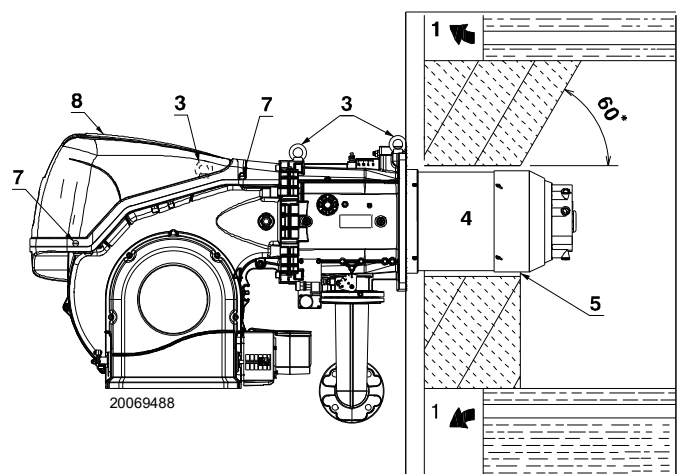

Fig. 14
La lunghezza del boccaglio va scelta secondo le indicazioni del costruttore della caldaia e, in ogni caso, deve essere maggiore dello spessore della porta della caldaia, completa di refrattario. Per le caldaie con giro dei fumi anteriore 1)(Fig. 14), o con camera ad inversione di fiamma, eseguire una protezione in materiale refrattario 5), tra refrattario caldaia 2) e boccaglio 4). Il refrattario può avere una forma conica (minimo 60°). La protezione deve consentire al boccaglio di essere estratto.
Predisporre un adeguato sistema di sollevamento agganciandosi agli anelli 3)(Fig. 14), dopo aver tolto le viti 7) di fissaggio del cofano 8).
- Infilare la protezione termica data a corredo sul boccaglio 4)(Fig. 14).